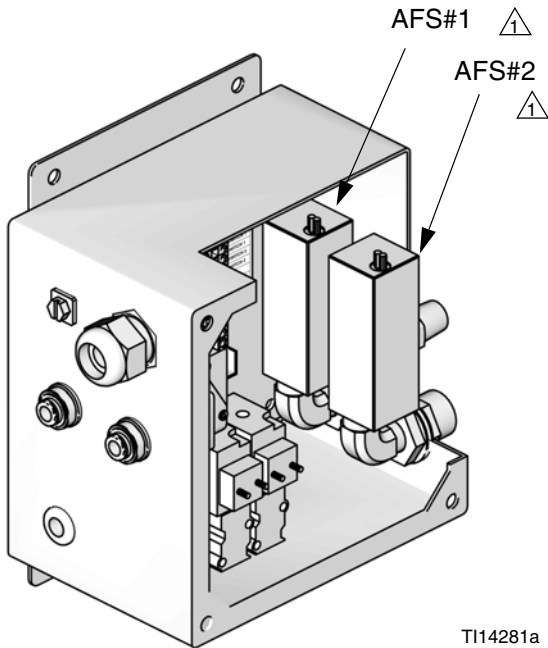

FIG. 3. Luftstromschalter installieren (2 Möglichkeiten)
1. Jeder Pistolenspülkasten-Einbausatz enthält einen Luftstromschalter (AFS). Die GFB-Schnittstelle kann 1 oder 2 Luftstromschalter fassen. Bauen Sie den/die Schalter auf der rechten Seite der Abdeckung ein. Siehe FIG. 3.